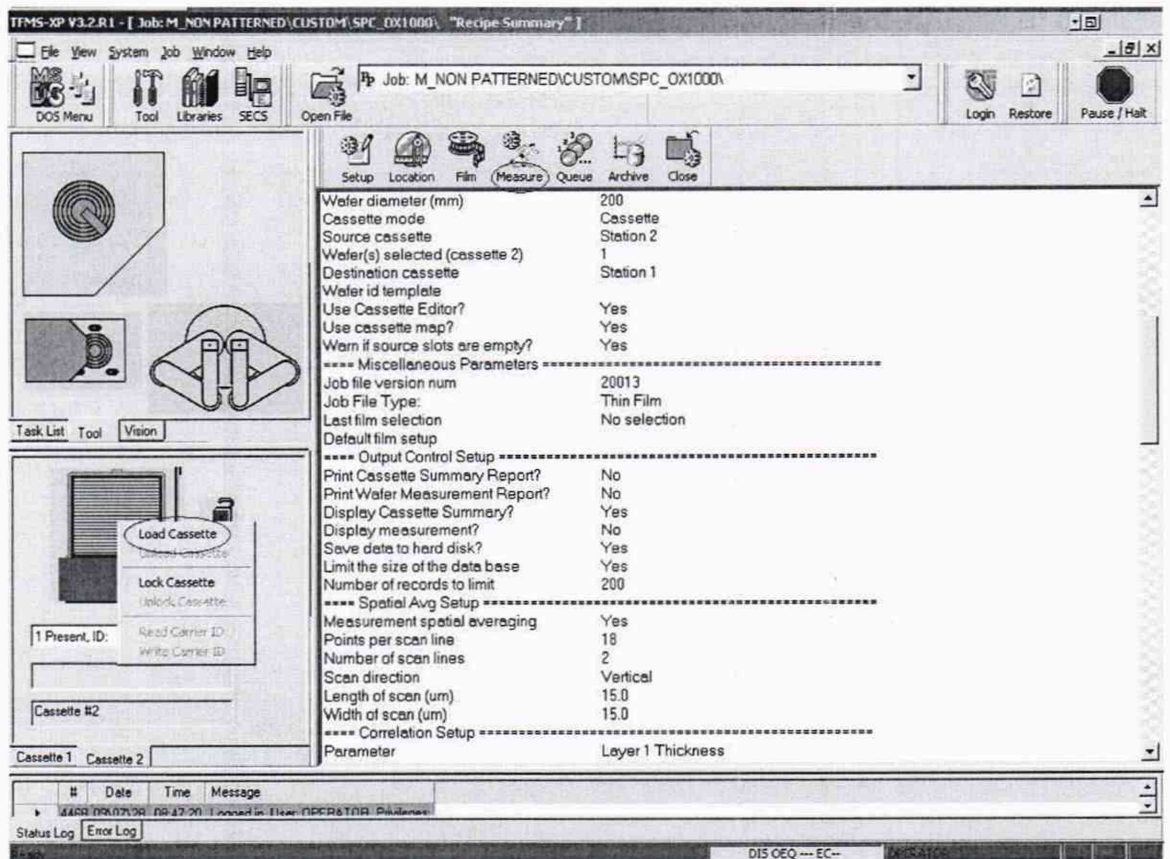

Рисунок 7
В появившемся меню (рисунок 7) нажмите «Load Cassette». Произойдет загрузка установленной кассеты.
10.2.2.4 В поле «Measurement Controls» выбрать следующие параметры (рисунок 7):